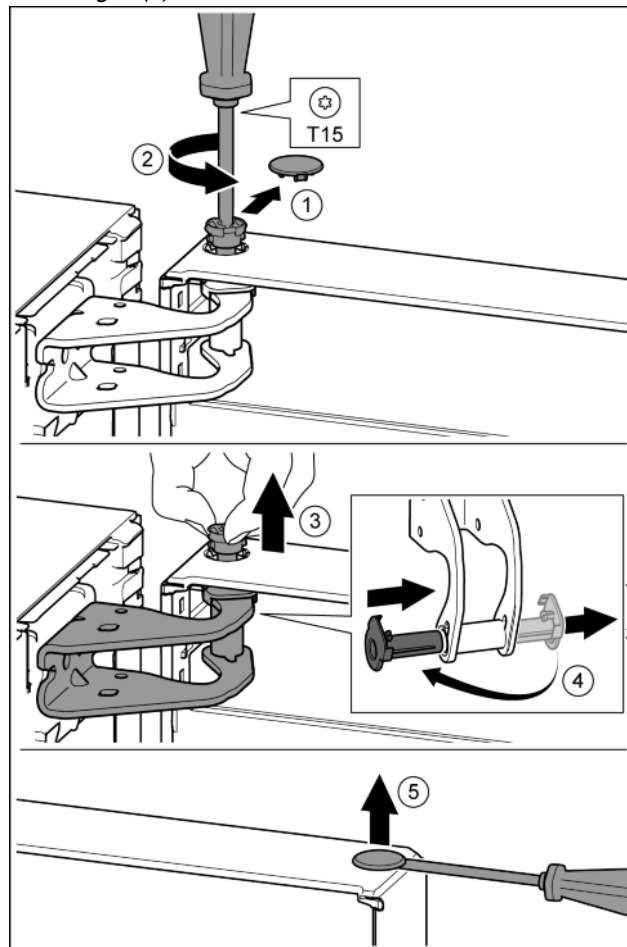

Fig. 10
- Ostrożnie zdjąć osłonę zabezpieczającą. *Fig. 10 (1)*
- Sworzeń wykręcić nieco przy pomocy śrubokręta T15. *Fig. 10 (2)*
- Przytrzymać drzwi i wyjąć sworzeń palcami. *Fig. 10 (3)*
- Tuleję łożyskową wyjąć z prowadnicy. Założyć z drugiej strony i zazębic. *Fig. 10 (4)*
- Zatyczkę ostrożnie podważyć przy pomocy śrubokręta i wyjąć z tulei łożyskowej drzwi. *Fig. 10 (5)*